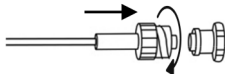

Figura 2
3. Collegare la linea di campionamento gas (connettore luer maschio) al monitor dei gas respiratori come illustrato nella Figura 2.